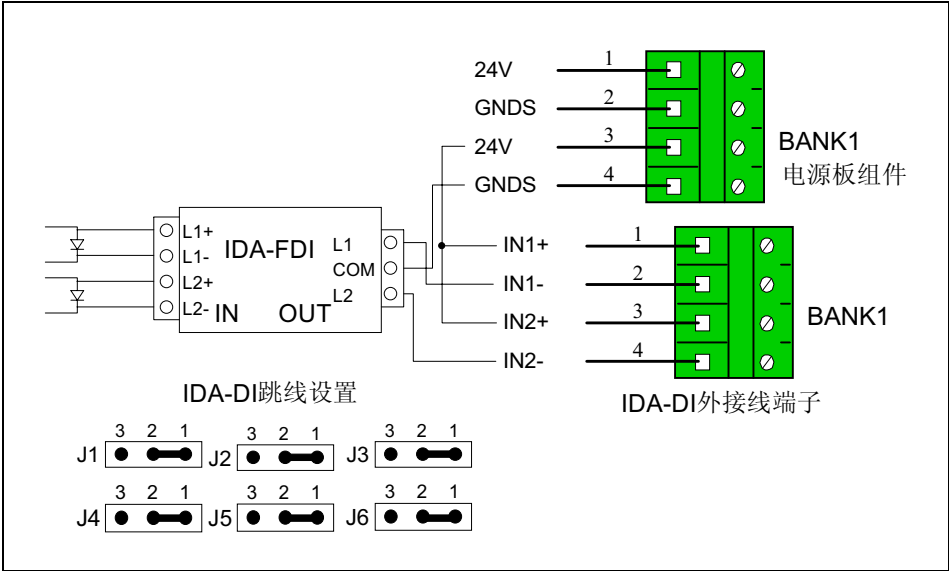

图7-1 IDA-FDI的两路在IDA-DI模块中应用的接线示意图
- 1）、设用IDA-DI的通道1、2测量被测LED1和LED2，其接线图如图7-1：